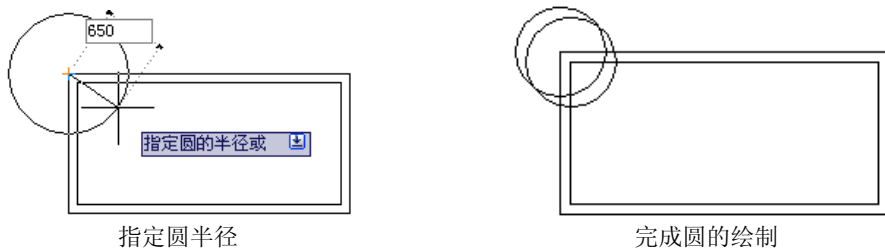

图 16.28 绘制圆
(1) 新建一个名为【花台】的图层，图层的颜色为白色，将其设置为当前图层。
(2) 在绘图区空白处绘制出一个 4760×2360 的矩形。将矩形向内偏移 150，在两个矩形的左上角绘制半径为 650 的圆。结果如图 16.28 所示。